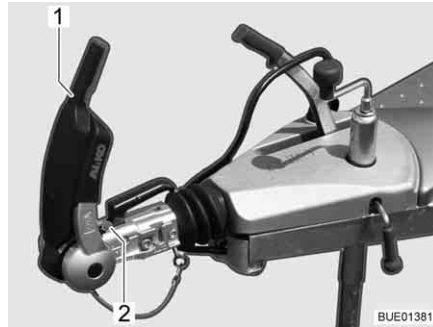

Bild 199 Anzeige Reibbeläge vorn und hinten
- Stabilisierungsgriff (Bild 199,1) öffnen.
Die Kontrolle erfolgt über die Anzeige vor dem Kupplungsgriff (Bild 199,2).